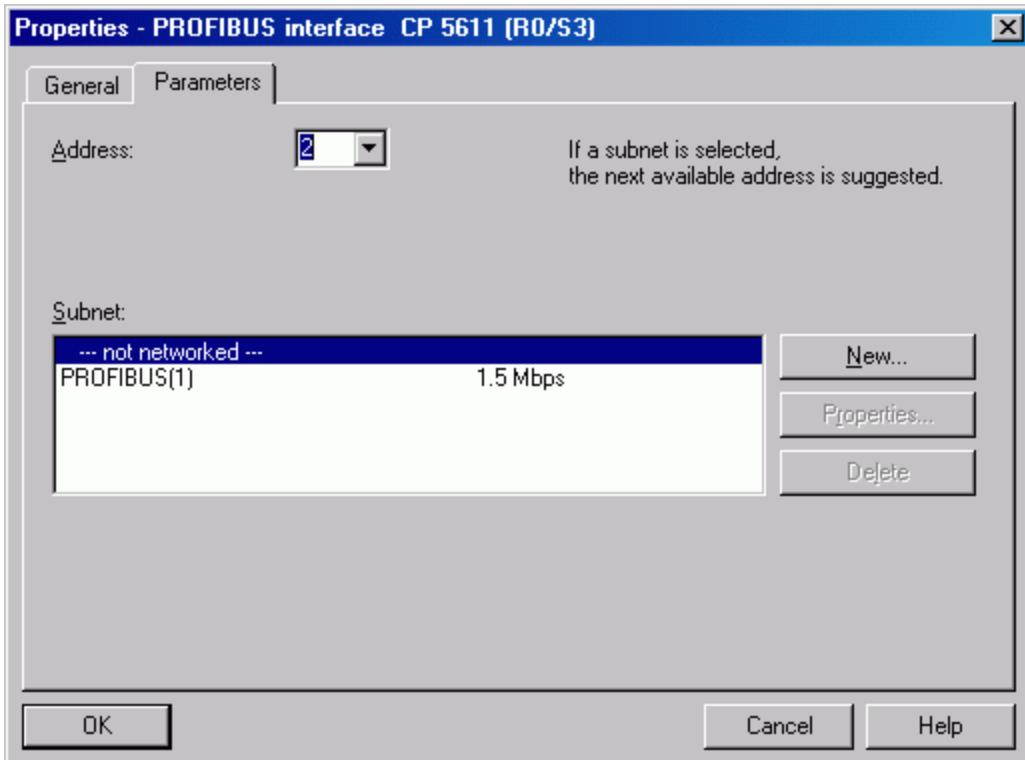

图 3: 加入 CP 5611 的对话框
2. 在PC Station中加入 CP 5611 (这个 CP 5611 不是必须在实际的计算机存在)。当加入 CP 5611时, 系统自动弹出一个对话框。不要进行任何的修改关闭该对话框, 如下图3所示。